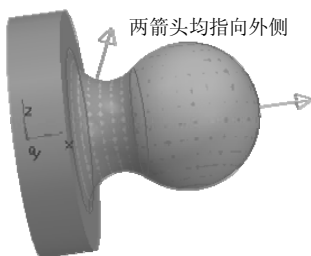

图 4-10 选择曲面的加工方向
3) 单击鼠标左键选择顺时针方向为走刀方向。系统又弹出提示“选择需要改变加工侧的曲面”, 注意要保证加工侧的箭头都指向圆柱表面的外侧, 如图 4-10 所示。